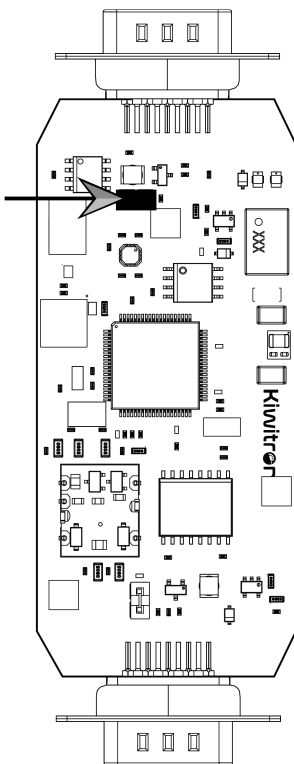
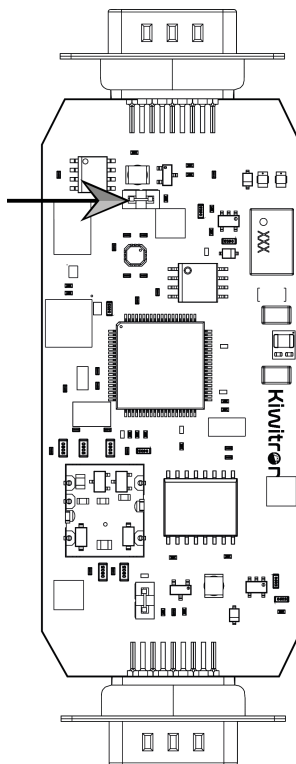

Fig.82- CANGateway avec résistance d'équilibrage active
Fig.83- CANGateway avec résistance d'équilibrage désactivée
2. Retirez le cavalier indiqué dans Figure 82, vous obtiendrez ce qui est indiqué dans Figure 83